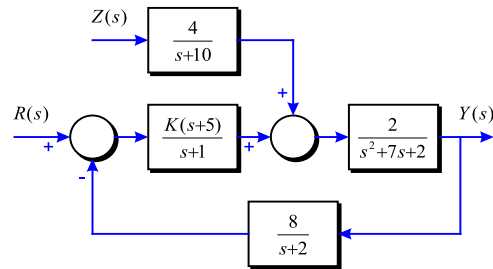

Figura 3-10
**Problema 59** Donat el sistema de la Figura 3-10 trobeu, si existeix, el valor en règim permanent de l'error entrada-sortida ( $r(t) - y(t)$ ) per  $K = 0.1$  i  $K = 20$  quan: